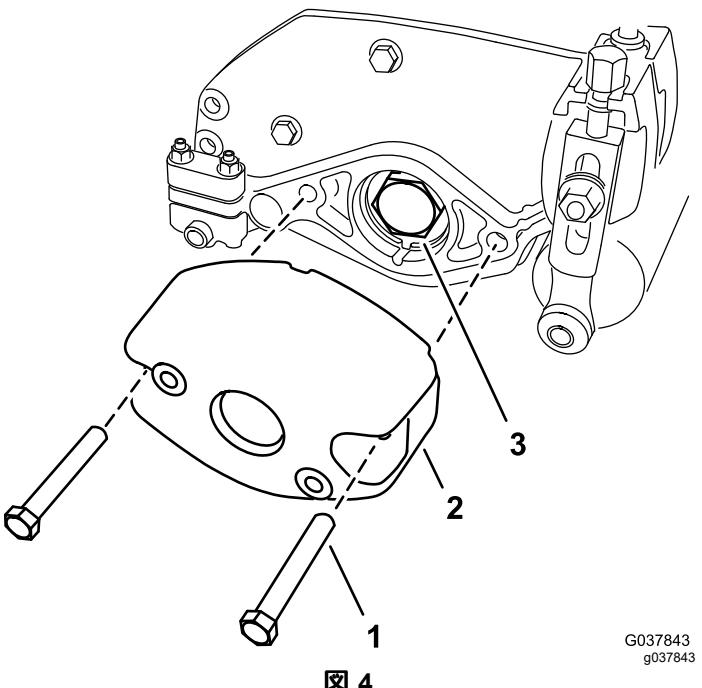

図 4
3. リールのシャフトからベアリングナットを外す図4。
1. カウンタウェイトをカッティングユニットのサイドプレートに固定しているボルト $5/16" \times 2\frac{1}{4}"$ 2本をナット2個サイドプレートに固着から外す。カウンタウェイトを取り外す図4。